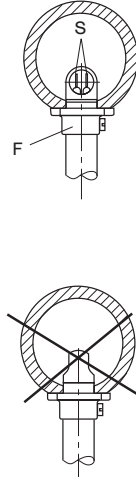
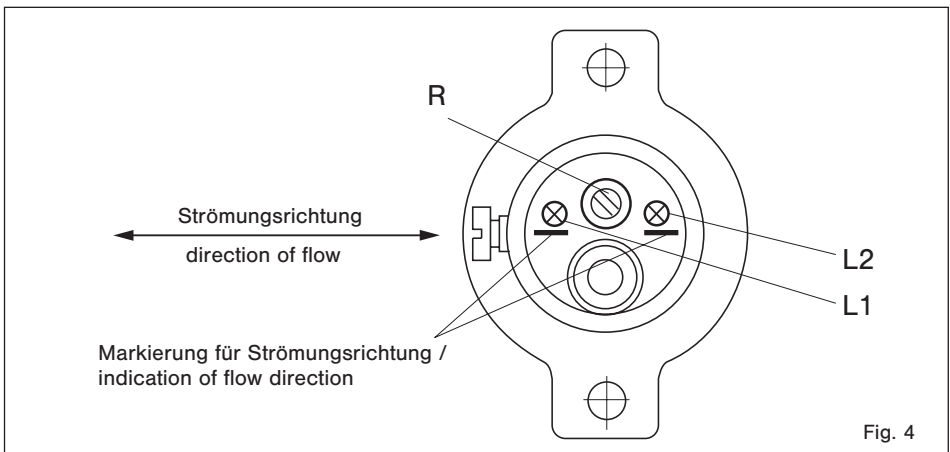

Fig. 2
Fig. 4
- 2 Den Einbauort des Strömungswächters wie folgt wählen (siehe Fig. 2):
- 3 Den Strömungswächter mit den mitgelieferten Montageflansch (F) (siehe Fig. 2) oder durch Einschieben in eine Kabelverschraubung (PG 16) einbauen. Der Strömungswächter soll ca. 25 mm in den Luftkanal ragen (siehe Fig. 2).
- Die beiden Messfühler (S) (siehe Fig. 2) müssen nebeneinander im Strömungsmedium liegen. Dies ist der Fall, wenn die Markierung auf der Gehäuserückseite mit der Strömungsrichtung übereinstimmt (siehe Fig. 4).
- 2 For best performance the flow monitor should be installed in the pipeline in accordance with the following conditions (see fig. 2):
- 3 Install the flow monitor using the mounting flange (F) (see fig. 2) supplied with the system or by feeding it through cable gland PG 16. The flow monitor should project approx. 25 mm into the pipe (see fig. 2).
- The two sensors (S) (see fig. 2) on the monitoring head must be aligned side by side directly across the direction of flow. The sensors are correctly positioned when the marking on the rear side of the housing corresponds with the direction of flow (see fig. 4).
3 Die LED (L1) im Miniatur Luftwächter zeigt den momentanen Ist-Bereich des Schaltpunktes an (siehe Fig. 4):
3 The LED (L1) indicates the actual range of response value (see fig. 4):